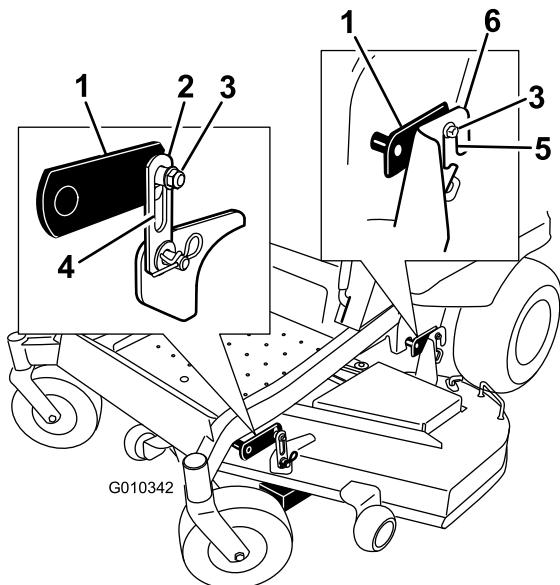

Figura 72
- Allentate i dadi nel dispositivo di regolazione del livellamento (elemento 3) in tutti e quattro gli angoli facendo in modo che il piatto di taglio poggi saldamente su tutti e quattro i blocchi. Accertatevi che le staffe del piatto di taglio siano completamente abbassate (nella parte superiore della fessura) e che il pedale di sollevamento del piatto di taglio sia tirato indietro verso lo stop; quindi, serrate i quattro dadi del dispositivo di regolazione del livellamento (Figura 72).